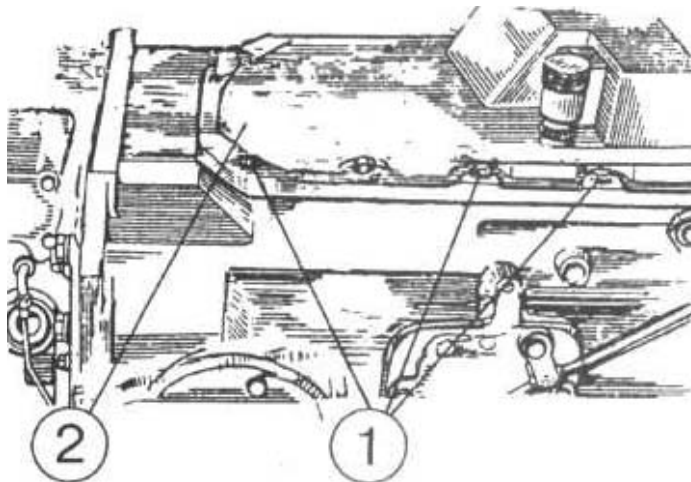

Рисунок 4.24
1) отверните болты (1) (**рисунок 4.24**), снимите крышку (2) управления КП;